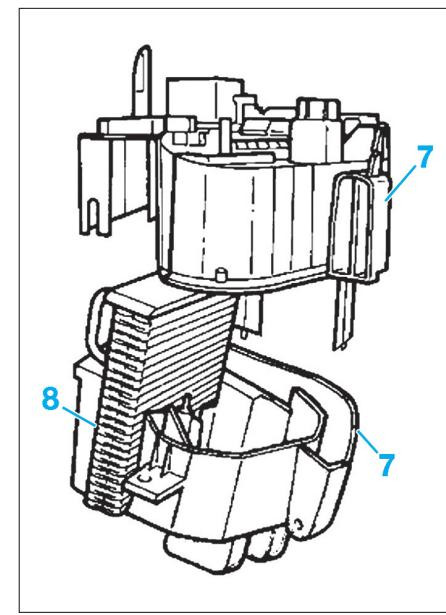

Fig. 28
• Séparer les demi coquilles (7) et dégager l'évaporateur (8) (Fig.28).